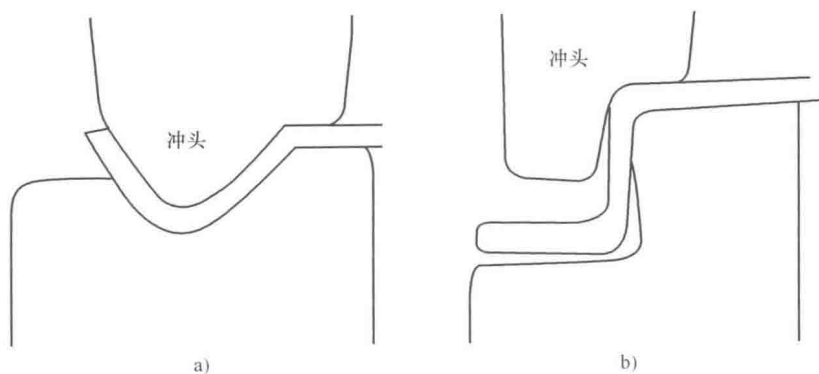
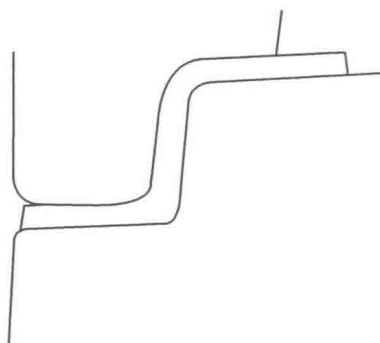
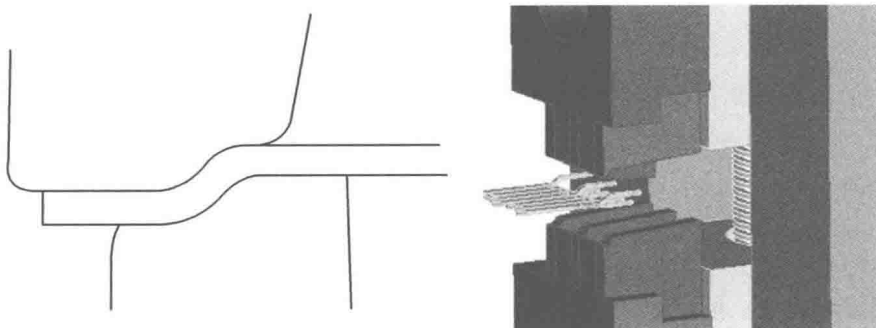

图 3-122 两站式 Z 形折弯
图 3-123 第二折重复成形第一折
图 3-124 仿形块直接合模一站式成形
③ Z 形折弯：如 Z 形高度较大，可用分段（两站）成形方式，如图 3-122 所示，但第二折不要重复成形第一折（见图 3-123）。如 Z 形高度和材料厚度都较小，则可直接用仿形块直接合模一站式成形，如图 3-124 所示。